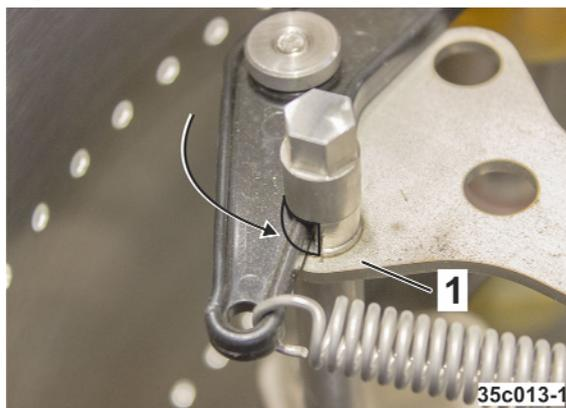

Fig. 334
4. Betätigungshebel muss vollständig in der Nut (Fig. 334/1) einrasten.